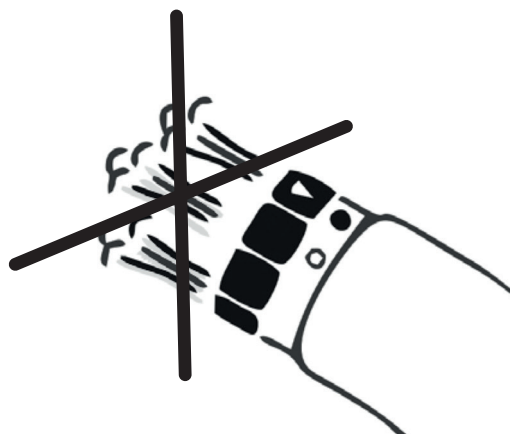

Fig. 25 Transportläge
- ❖ Lossa luftanslutningen och vrid dess ytterände och huvuddel i motsatt riktning tills den röda symbolen ▲ och den svarta symbolen ● är i linje med varandra och ingen luft pyser ut. (Se Fig. 25)